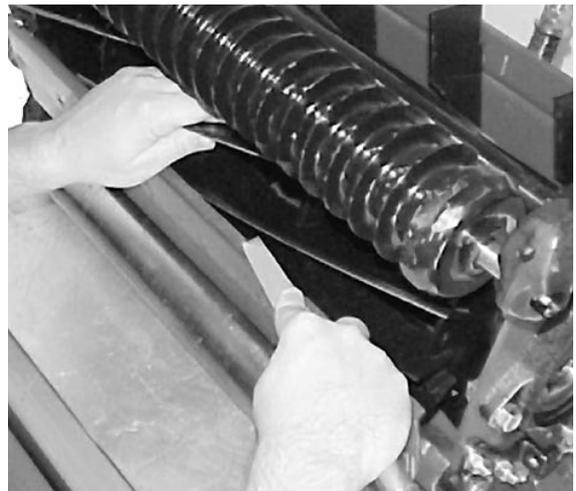

Figure 58
12. Quand les unités de coupe sont correctement rodées, une bavure se forme à l'avant de la lame. A l'aide d'une lime, éliminer soigneusement la bavure en prenant soin de ne pas émousser le bord tranchant (Fig. 58).